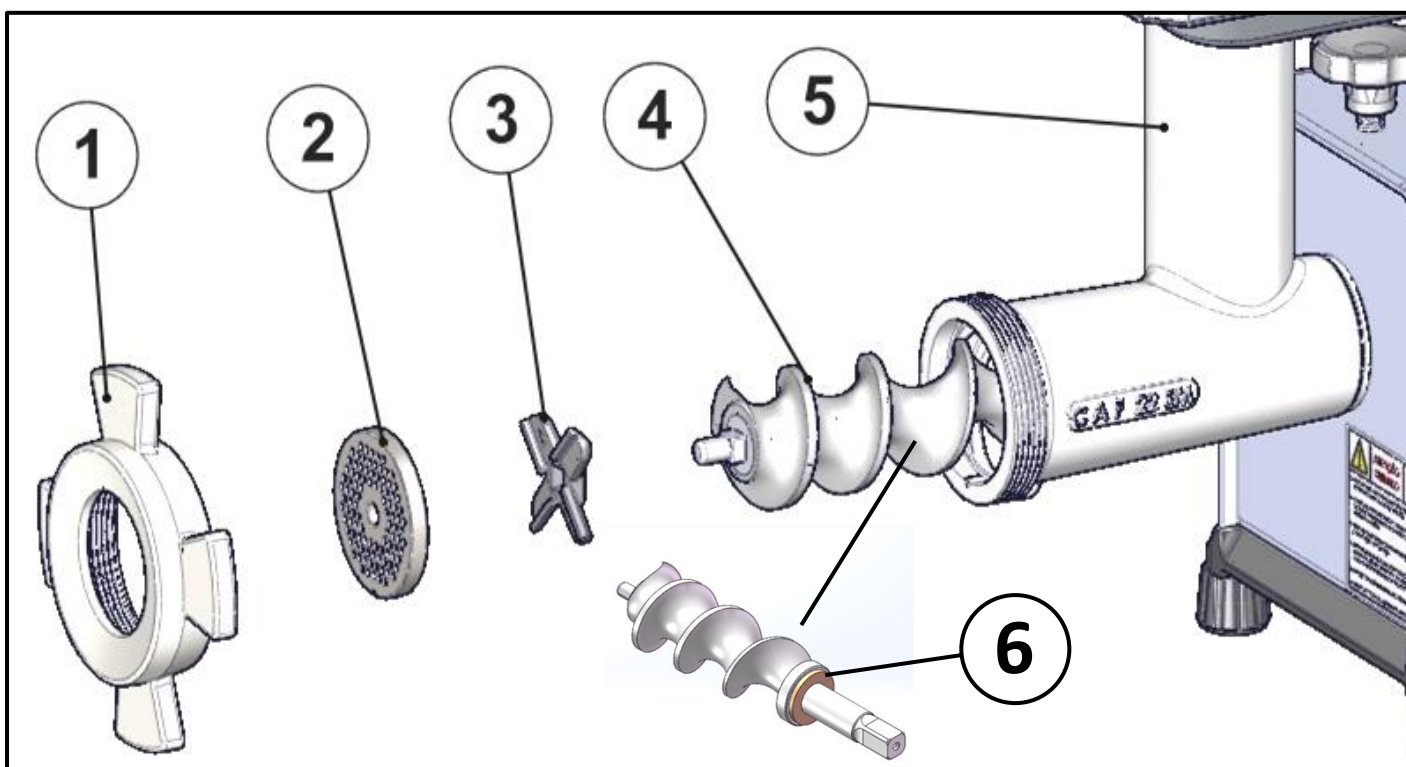

Fig. 4 - Moagem Simples para os Moedores 10, 22 DSM
- Encaixe o Caracol montado (Item 4 - Fig. 4) no Bocal (Item 5 - Fig. 4), favor se atentar se o mesmo está com Arruela (Item 6 - Fig.4), item importante para um bom funcionamento do equipamento.
- Encaixe a Cruzeta Simples (Item 3 - Fig. 4) no pino do caracol (Item 4 – Fig.4), observando sua posição de corte (Corte para Frente).
- Encaixe o disco* (Item 2 - Fig. 4) no pino do caracol e certifique-se de que o disco encaixe na Chaveta do Bocal.
- Rosqueie o Volante (Item 1 - Fig. 4) até encostar no Disco.